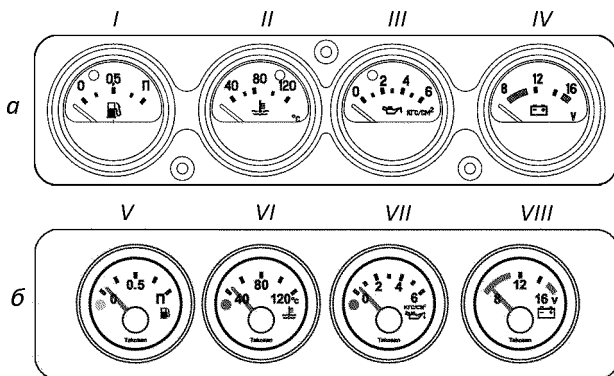

Рис. 3.3. Шиток приборов:
**7 -щиток приборов** (рис. 3.3).
Щиток приборов (рис. 3.3а) ОАО "Автоприбор" г. Владимир:
Щиток приборов (рис. 3.3 б) ф. "Takosan" Турция: